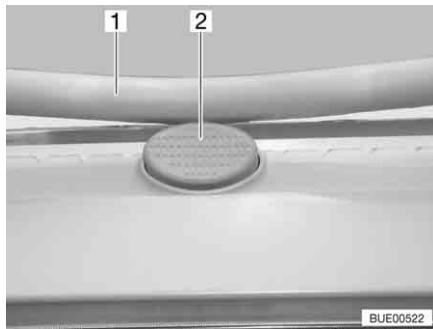

Bild 86 Låsknapp på Heki-takluckan
- Tryck på låsknappen (Bild 86,2) och dra ner bygelns (Bild 86,1) med båda händerna.
- Tryck bygelns uppåt med båda händerna tills bygelns ligger ovanför låsknappen (Bild 86,2).